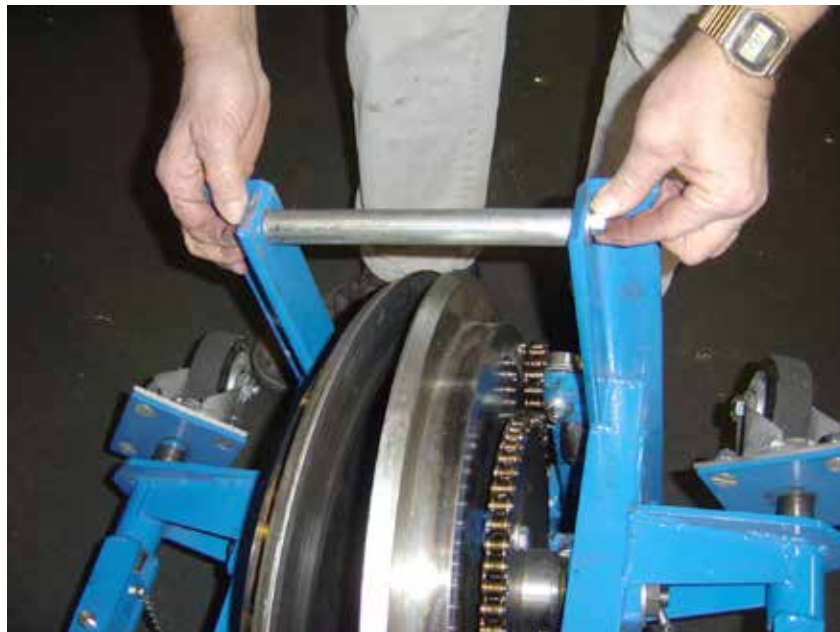

Figura 4 Inserte el tubo de configuración
7. Dé vuelta boca abajo el marco externo e inserte el tubo de configuración (ubicado dentro de la manija durante el funcionamiento normal) como se muestra en la figura 4.
- Vuelva a colocar el marco externo con el lado correcto hacia arriba. Retire el tubo de configuración (figura 4).